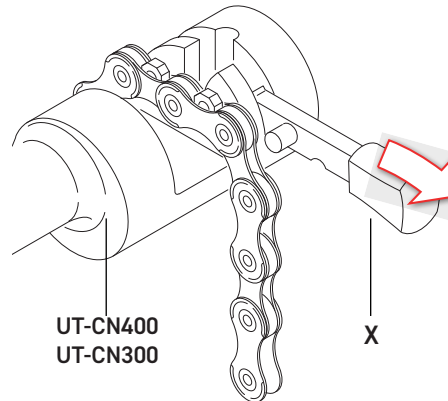

Fig.5
- Preparar la herramienta UT-CN400 (12s) / UT-CN300 (11s / 12s) colocando la lengüeta en modalidad de apertura (X - Fig. 5)
- introducir el eslabón que hay que abrir en la herramienta UT-CN400 (12s) / UT-CN300 (11s / 12s) (Fig. 5) teniendo cuidado de terminar con un eslabón interno